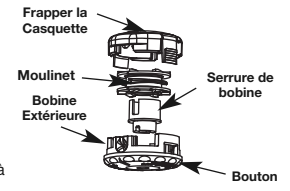

Fig. 17
2. Retirez le couvercle soit en le faisant sauter, soit en le dégageant petit à petit, puis retirez la bobine (Fig. 17)
4. Remplacez la bobine dans le couvercle de la bobine extérieure (Fig. 17)
5. Remplacez le couvercle de la tête de coupe et poussez fermement jusqu'à ce que les deux languettes retrouvent leur place. (Fig. 17)